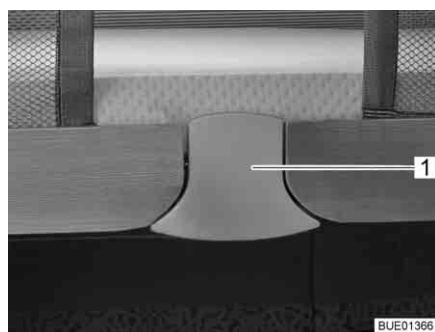
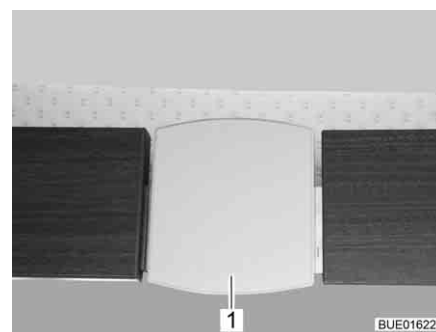

Bild 139 Låsning (Elegance)
Bild 140 Låsning (Viseo)
- Dra låsplatta (Bild 139,1 resp. Bild 140,1) nedåt. Låset är upplåst.